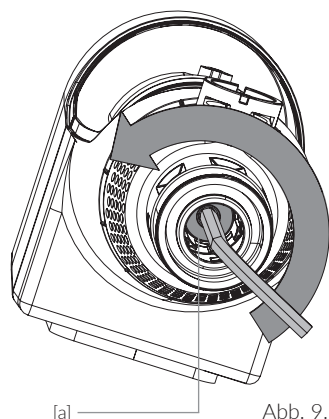

Abb. 9.1
- / Abb. 9.1: Reduzierhülse [a] von der Unterseite mit einem Innensechskantschlüssel in Pfeilrichtung lösen
Die Hauswasserstation **CLEAR** PRO RD und auch der Rückspülfilter **CLEAR** PRO R sind so konzipiert, dass nach der Demontage (gemäß Kapitel 9.1 Wartung Druckminderer, Abb. 9.1 bis 9.4) das Filterelement gereinigt oder ausgetauscht werden kann.